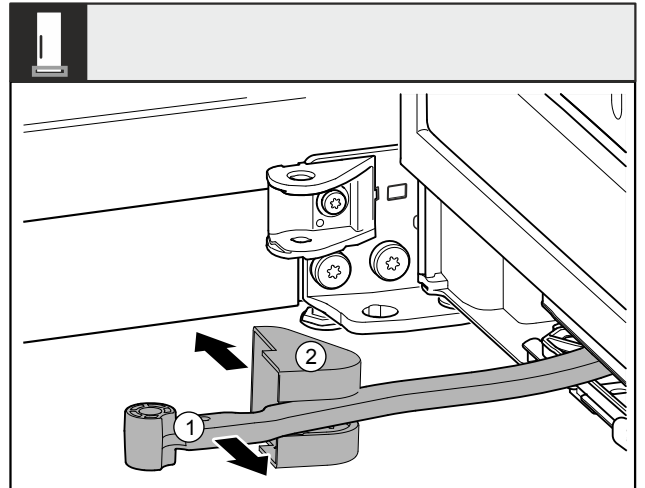

Fig. 10
- ▶ Gire la bisagra Fig. 10 (1) hacia la puerta.
- ▶ Retire la cubierta del soporte del cojinete Fig. 10 (2).